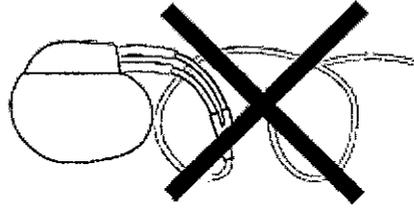

Figura 14. NO enrollar el cable
- No enrolle el cable. Al enrollarlo, puede torcerse el cuerpo del cable y provocar su desplazamiento (Figura 14).